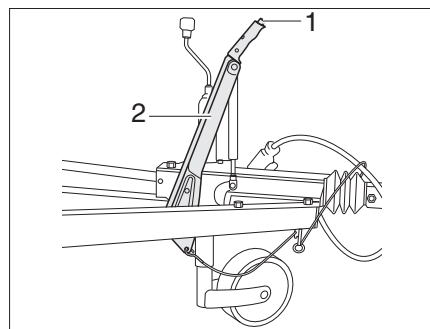

Fig. 13 Variante: Frein à main
- Pour desserrer, appuyer sur le bouton de sûreté (Fig. 13,1) et abaisser le levier de frein (Fig. 13,2).